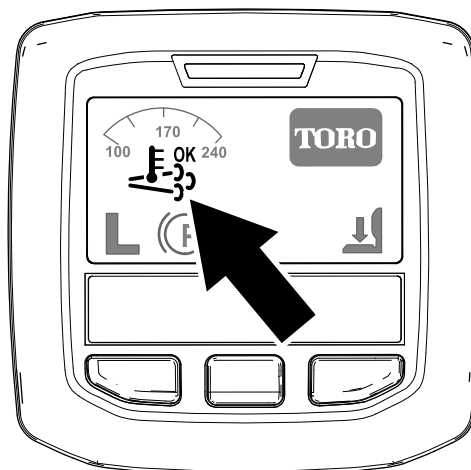

Рисунок 39
- Значок активной регенерации / регенерации со сбросом отображается на дисплее инфо-центра (Рисунок 39).